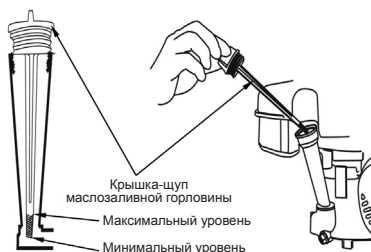

Рис. 6
2. Выкрутите крышку/щуп маслозаливной горловины (Рис.6).